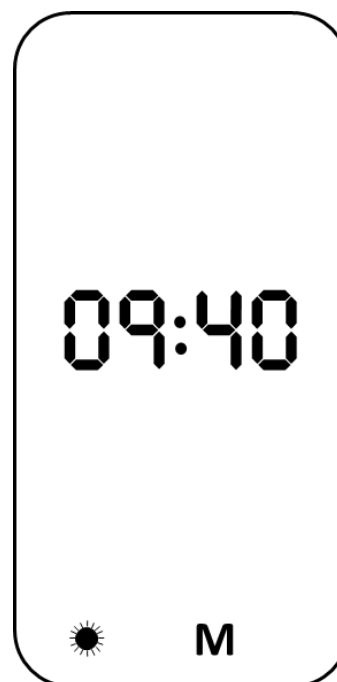

Bild 3-5 Beispiel: Anzeige nach bestandenem Selbsttest
- ob sich Messdaten im Speicher befinden (**M**) (siehe Bild 3-5).